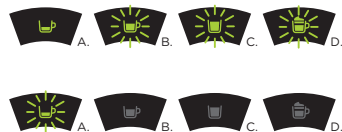

Fig. 16: Programação do botão de extracção café expresso.
- De seguida, deverá premir o botão de extracção de café expresso até os indicadores luminosos dos botões de extracção de café longo, tisana e bebida de leite começarem a piscar. Premir o botão de extracção de café expresso (ver **Fig. 16**). Os indicadores luminosos dos botões de extracção de café longo, tisana, e bebida de leite desligam-se.